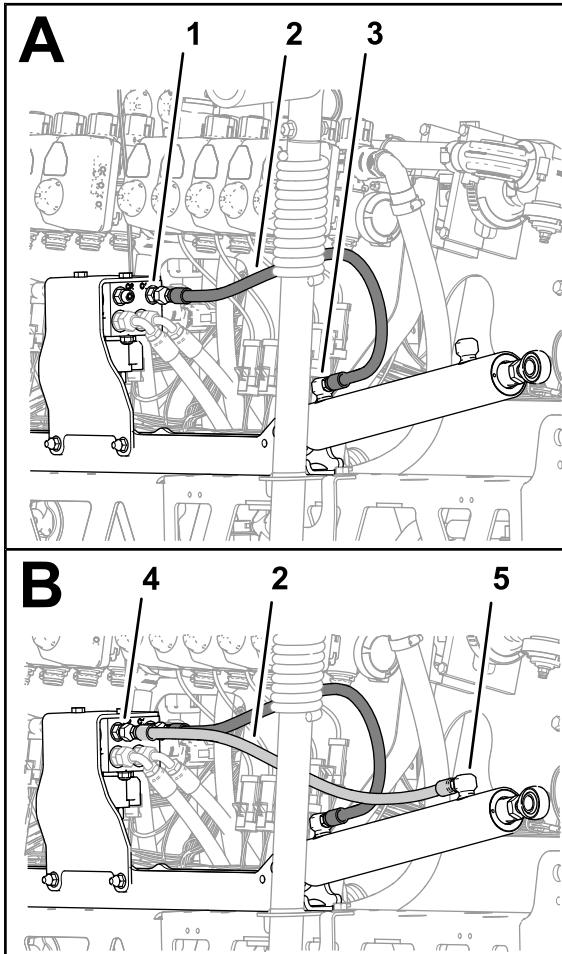

Figure 119
3. Reliez, sans serrer, un flexible hydraulique (1/4 x 24-3/4") neuf entre l'orifice de déploiement du vérin de levage de rampe droit et l'orifice C1 du collecteur de levage de rampe (Figure 119).
4. Reliez, sans serrer, un flexible hydraulique (1/4" x 24¾") neuf entre l'orifice de rétraction du vérin de levage de rampe droit et l'orifice C2 du collecteur de levage de rampe (Figure 119).
5. Serrez les raccords de flexible reliés aux orifices de déploiement et de rétraction des vérins de levage (Figure 118 et Figure 119) à un couple de 21 à 26 N·m.
6. Serrez les écrous orientables des flexibles sur le collecteur de levage de rampe (Figure 118 et Figure 119) à un couple de 24 à 30 N·m.